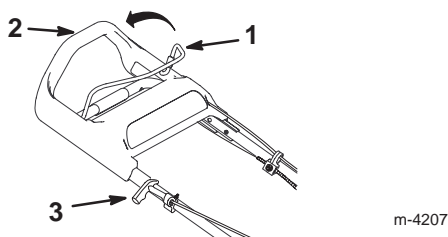

Bild 10
- Halten Sie die Messersteuerstange gegen den oberen Handgriff gedrückt (Bild 10).
- Ziehen Sie leicht am Startergriff, bis Sie einen Widerstand spüren. Ziehen Sie ihn dann kräftig durch (Bild 10). Lassen Sie das Seil langsam zum Griff zurücklaufen.